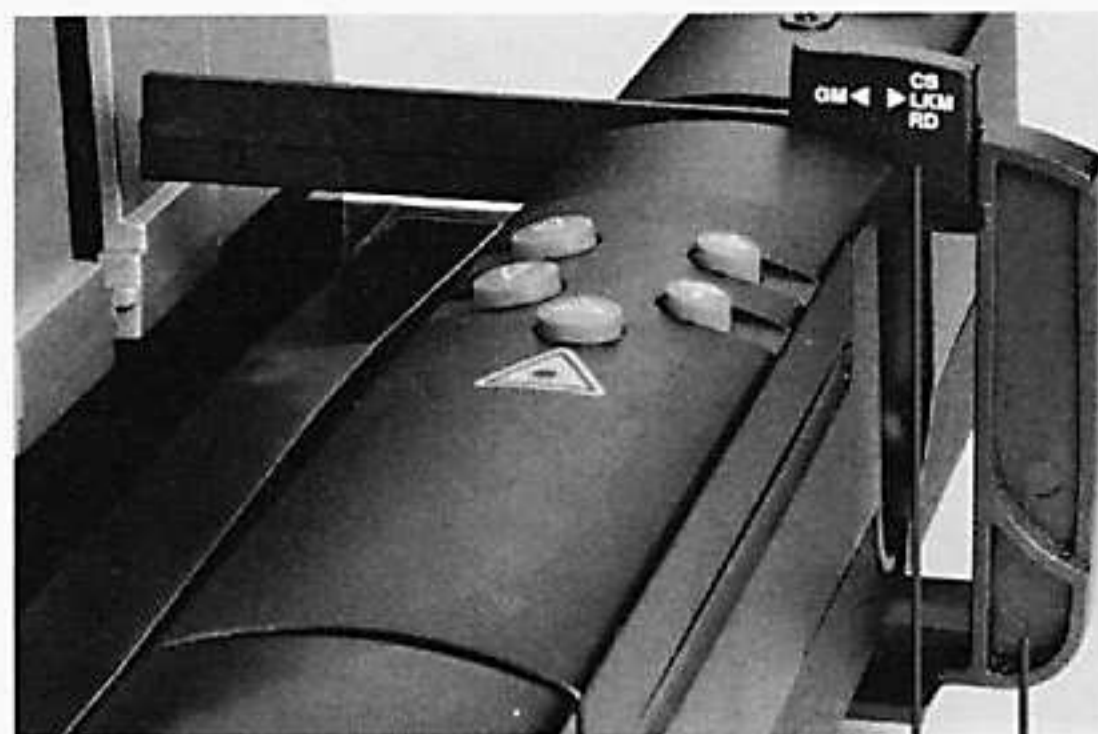

Bild 3 9 10
Werden Dias in einem LKM-, CS- oder Rundmagazin vorgeführt, Diagreifer (10) herausziehen und den Reiter (9) in Richtung Griffstück des Diagreifers bis zum Anschlag zurückziehen (Bild 3).
If slides are projected from an LKM, CS or round magazine, pull out the slide claw (10) and pull back the slider (9) in the direction of the grip of the slide claw as far as possible (Fig. 3).
Si les diapositives sont présentées dans un magasin LKM, un magasin CS ou circulaire, tirer le passe-vue (10) et déplacer le cavalier (9) vers la poignée du passe-vue jusqu'en butée (figure 3).